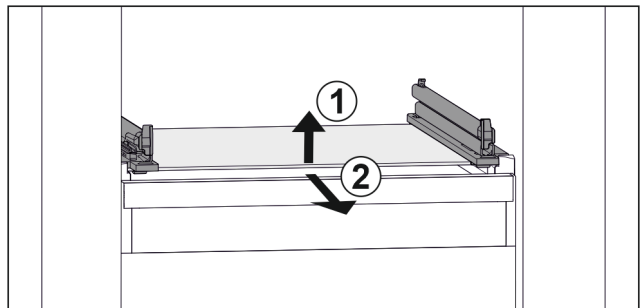

Fig. 137 Примерно изображение на стъклената плоча
▶ Повдигнете стъклената плоча отпред Fig. 137 (1)
▶ Извадете стъклената плоча напред Fig. 137 (2)